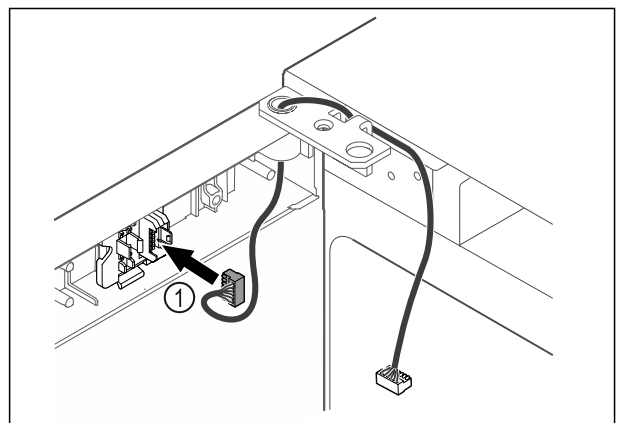

Fig. 40
- ▶ Introduceți fișa Fig. 40 (1) în suportul fișei.